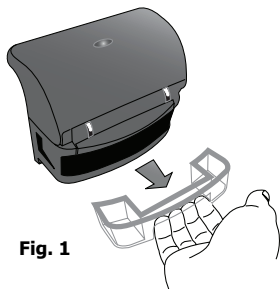

Fig. 1
1. Fjern vannsamleren som er plassert under hengselen på lokket ved å trekke den utover [Fig. 1]. Tøm ut oppsamlet vann hver gang etter bruk.